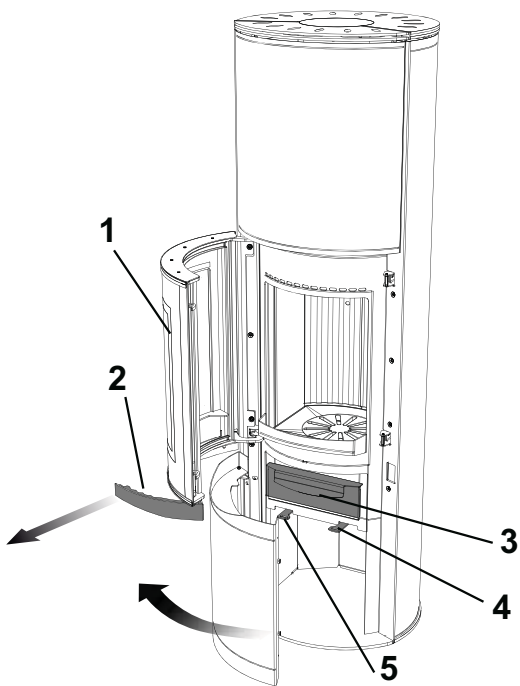

Fig. 3.2
3.2 LAGERUNG DER PELLETS (ABB. 3.2, 3.2.1)